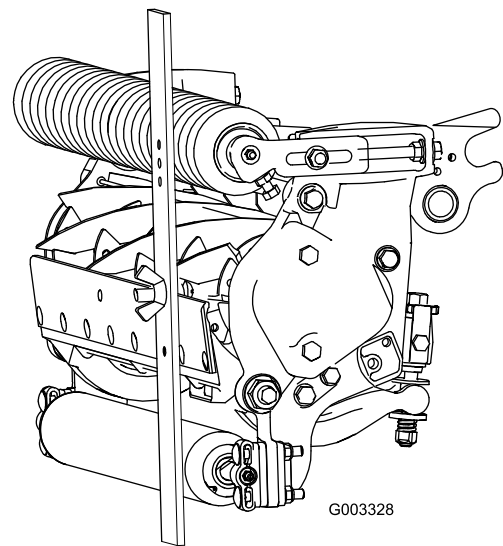

Figure 17
3. Accrochez la tête de la vis sur le bord tranchant de la contre-lame et appuyez l'arrière du gabarit contre le rouleau arrière (Figure 17).
4. Tournez la vis de réglage jusqu'à ce que le rouleau avant touche le gabarit (Figure 17). Réglez les deux extrémités du rouleau jusqu'à ce que celui-ci soit parfaitement parallèle à la contre-lame.